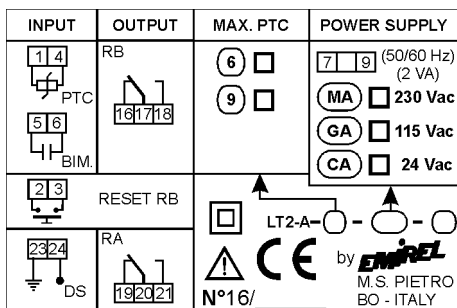

Fig. 1
- Follow wiring connections as showed in the label placed on one side of the device (Fig. 1)
Führen Sie die Verbindungen entsprechend des Etiketts aus (siehe Fig.1), das seitlich am Gerät angebracht ist.